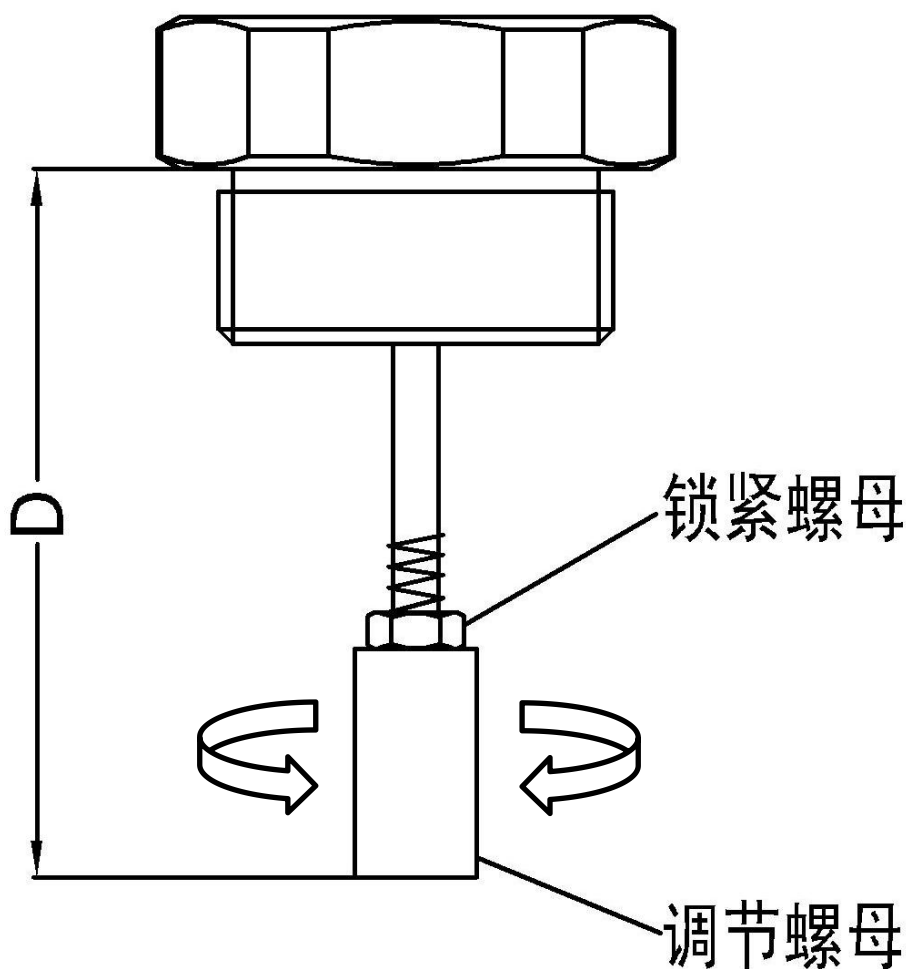

图 5. 位移传感器调节和测量
3. 调节位移传感器的调节螺母，然后在位移传感器完全松开状态下用深度尺测量 D 值（图 5 中标注所示）。计算压缩量 $L1 = D - C1$ ， $L2 = D - C2$ 。建议尽可能使 L1 和 L2 的值在表 1 所示的参考范围内。如果 L1 或 L2 的值无法满足在表 1 所示的参考范围内，则可根据实际情况调节 D 值。